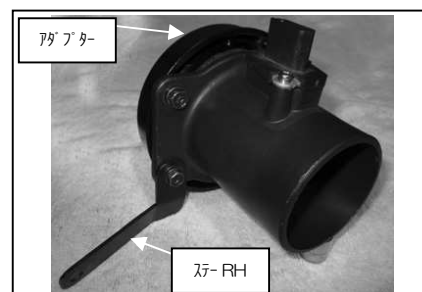

図 7
- ④エアフロアダプターへ、アダプター、ステーRH、整流プレート、を取り付けます。図 7 参照